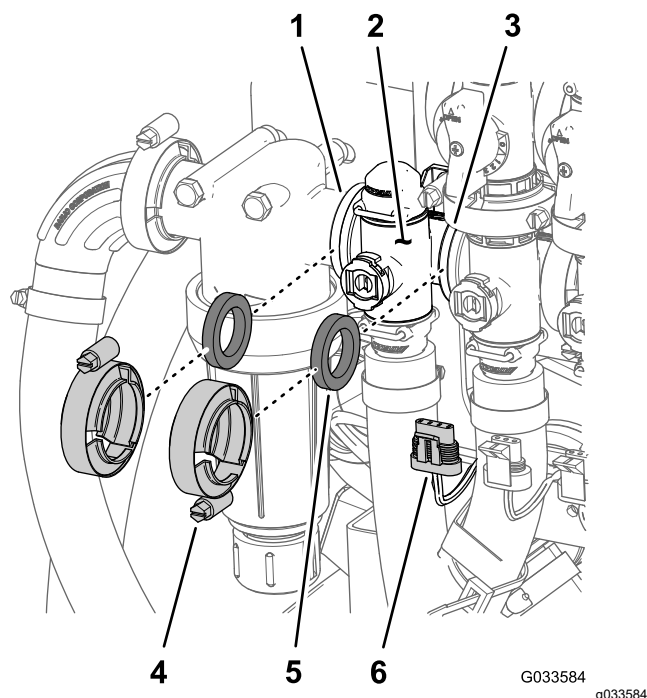

Figure 113
1. Retirez les 2 colliers à bride et les 2 joints qui fixent le collecteur du régulateur de débit Figure 113 au filtre de pression et à la vanne d'agitation.